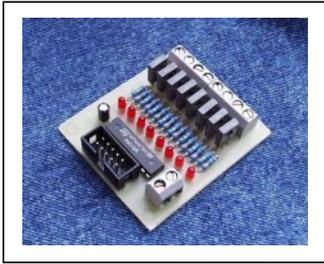

Abb. 3: Power Modul (8-Kanal, 2A)
- Das dritte Modul ist ein Leistungsmodul (Power Module, vgl. Abb.3), das an das Empfänger-Modul angeschlossen werden kann. Es ist für 8 Schaltfunktionen ausgelegt. Je nach Bestückung sind Ströme über 10A/50V schaltbar. Das Modul ist so aufgebaut, daß verschiedene Transistortypen gemischt bestückt werden können. Kleinere Leistungen werden mit Bipolartransistoren abgedeckt, für höhere Leistungen werden MOSFETs verwendet. Die Daten der Transistoren geben vor, welche Leistungen und Spannungen genutzt werden können.